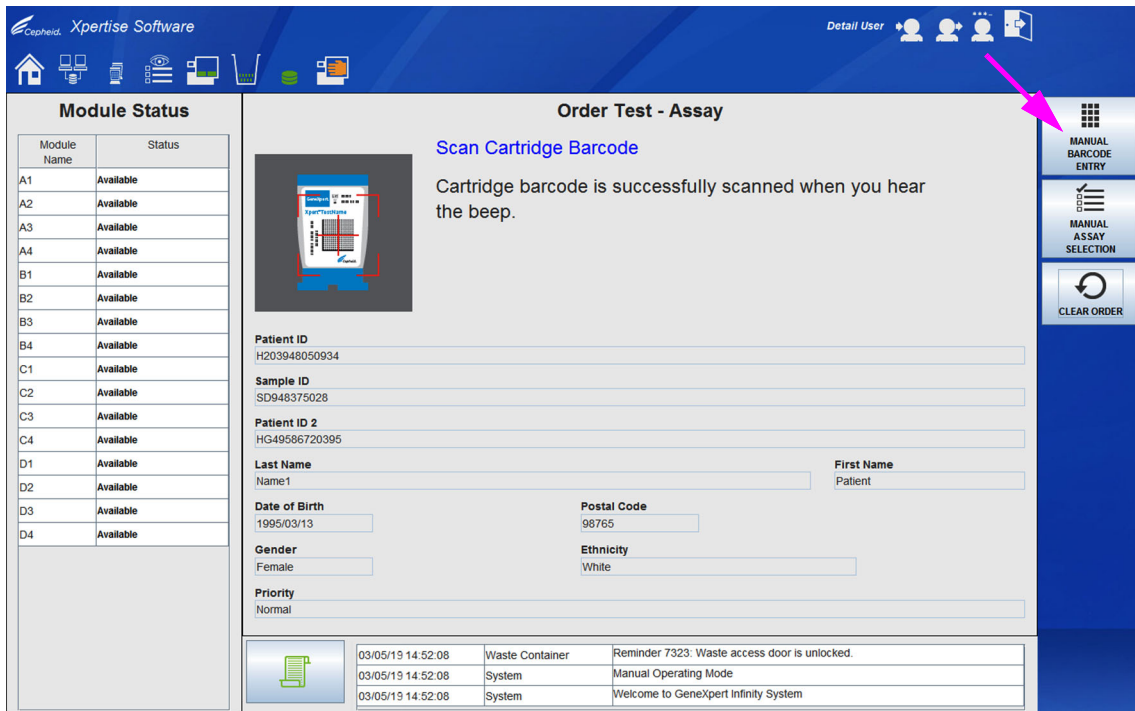
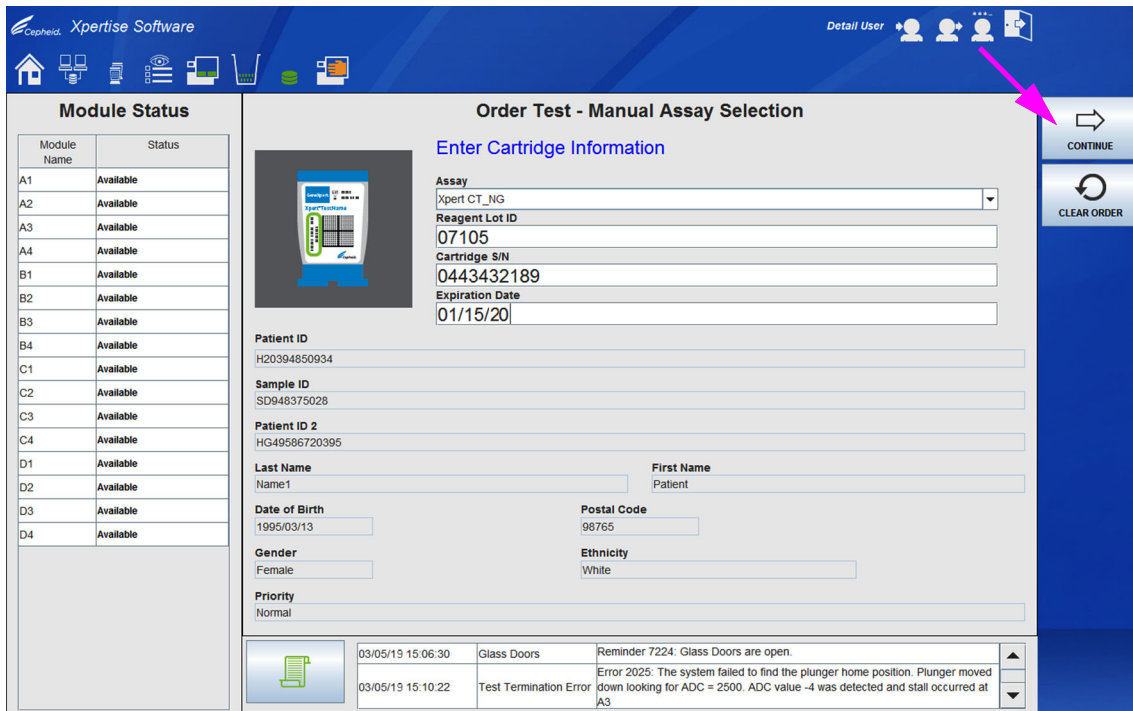

Figura 5-114. Área de trabalho Order Test (Pedir teste) – Assay (Ensaio)
Figura 5-120. Área de trabalho Order Test (Pedir teste) – Manual Assay Selection (Seleção manual do ensaio)
1. Na área de trabalho Order Test (Pedir teste) – Assay (Ensaio), selecione o botão **MANUAL BARCODE ENTRY (ENTRADA MANUAL DO CÓDIGO DE BARRAS)** para selecionar o ensaio manualmente (ver Figura 5-114). É apresentada a área de trabalho Order Test (Pedir teste) – Manual Barcode Entry (Entrada manual do código de barras). Ver Figura 5-115.
1. Na área de trabalho Order Test (Pedir teste) – Assay (Ensaio) ou na área de trabalho Order Test (Pedir teste) – Manual Barcode Entry (Entrada manual do código de barras), selecione o botão **MANUAL ASSAY SELECTION (SELEÇÃO MANUAL DO ENSAIO)** (ver Figura 5-114 ou Figura 5-115). Será apresentada a área de trabalho Order Test (Pedir teste) – Manual assay selection (Seleção manual do ensaio). Ver Figura 5-120.